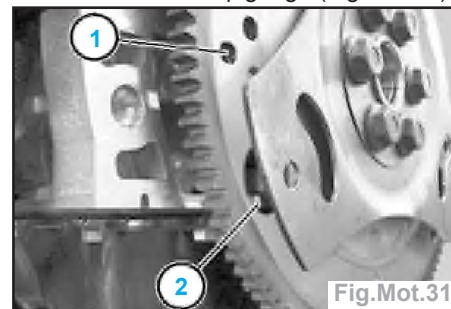

Fig.Mot.31
- Sur les moteurs équipés d'une boîte de vitesses automatique, il existe juste avant le trou de pigeage (1) du PMH un trou plus grand (2) qui peut être confondu avec le trou de pigeage (Fig.Mot.31).
- Si le volant moteur est fixé dans le bon trou (1) au moyen de l'outil **11 9 190**, le moteur ne peut plus alors être mis en mouvement à partir de la vis centrale.